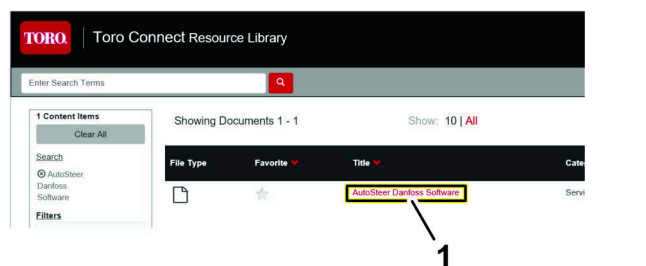

Figura 16
4. Na lista Showing Documents (Documentos exibidos), clique na hiperligação AutoSteer Danfoss Software (Figura 16).